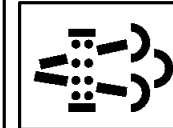
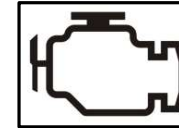

Рисунок 1
Рисунок 2
1. Когда индикатор регенерации (Рисунок 1) начинает мигать желтым цветом, найдите подходящее место для остановки и стоянки, соблюдая меры безопасности, активируйте стояночный тормоз, не глушите двигатель, нажмите переключатель регенерации (Рисунок 3) и дождитесь завершения процесса регенерации сажевого фильтра, которая занимает около 30 минут.
2. При выполнении регенерации частота вращения коленчатого вала двигателя увеличивается (до 1500 об/мин). После того как частота вращения коленчатого вала двигателя будет снижена до минимальных оборотов холостого хода, кратковременно нажмите на педаль акселератора и дайте двигателю поработать на холостых оборотах в течение 5 минут. После того как индикатор регенерации (рисунок 1) погаснет, можно продолжить эксплуатацию автомобиля.
4. После того как индикатор регенерации (Рисунок 1) погас и двигатель был остановлен через 5 минут после окончания процесса регенерации, следующие 3 запуска двигателя индикатор неисправности системы бортовой диагностики (СБД) может гаснуть с задержкой в две минуты (Рисунок 2).